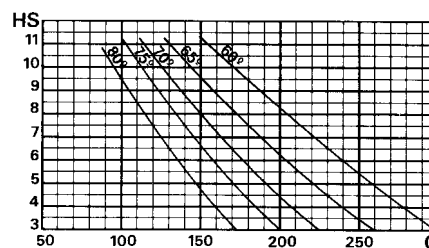

Fig. 7
**Contenuto d'acqua dell'impianto** (fig. 7)